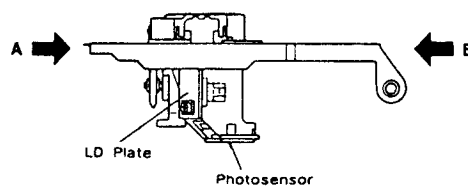

Fig. 4-3
- During the transportation, mounting and dismounting of the assembly, support with your fingers at points A and B as shown in Fig.4-3. Be particularly careful not to touch the actuator, photosensor and LD plate and do not apply force to them.
- 取り付け、取り外し、持ち運びの際は、Fig. 4-3 の A 部と B 部で支えてください。特にアクチュエーター、光検出部、LD プレート部は、手を触れたり力を加えたりしないでください。